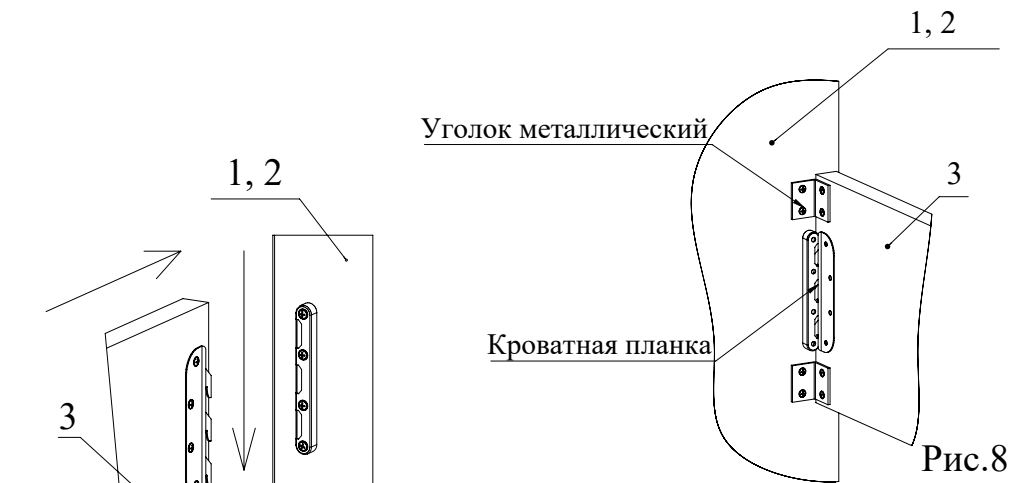
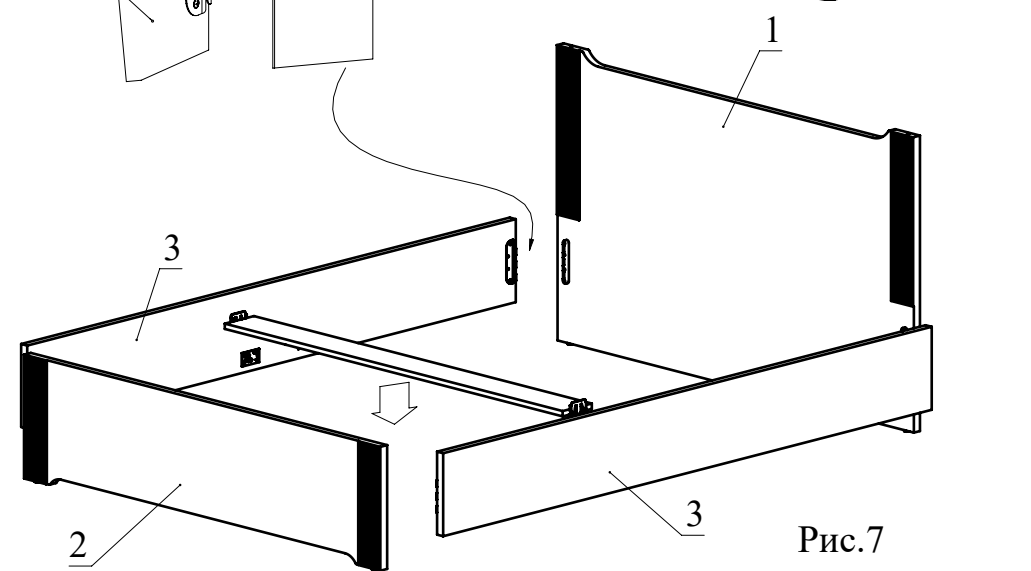

Рис.8
Рис.7
8. Соберите каркас кровати заводя в пазы кроватных планок зубчатые зацепы кроватных стяжек и стяжек клиновых с последующим фиксированием их надавливанием вниз до упора (Рис. 7). Шурупами 3,5х16 прикрутите уголки (Рис. 8).